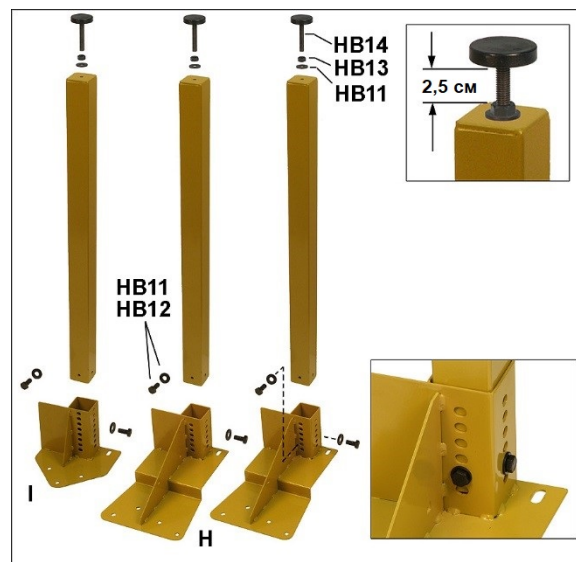

Рисунок 7-1
1. Установите регулируемые опоры (HB14) в резьбовое отверстие каждой ножки с помощью гайки (HB13) и шайбы (HB11). См. рисунок 7-1. Для обеспечения безопасной регулировки опоры гайка должна плотно прилегать к ножке. Вкрутите регулируемую опору в ножку так, чтобы примерно 2,5 см ее резьбы остались свободны как показано на рисунке; окончательная регулировка опор будет сделана позже.
2. Установите по ножке в каждый кронштейн (Н и I, рисунок 7-1). Для циркулярной пилы Powermatic вставьте винт во второе отверстие (см. вставку, рисунок 7-1). Позже при необходимости винт можно будет переустановить.